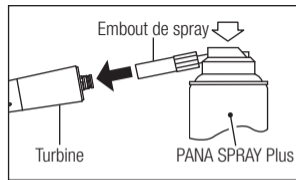

Fig. 10
- 3) Insérez le PANA SPRAY Plus à l'arrière de la turbine. Tenez l'instrument et pulvérisez pendant environ 2-3 secondes. Vaporisez du lubrifiant jusqu'à ce que celui-ci ressorte de la tête de la turbine pendant au moins 2 secondes. (Fig. 10)